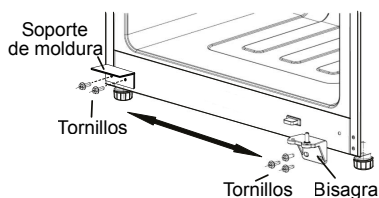

Figura 6
6. Quite los tres tornillos que sujetan la bisagra inferior al extremo más bajo del armario. Quite el soporte de moldura de la esquina izquierda inferior y páselo a los orificios donde se acaba de retirar la bisagra inferior. (Consulte la Figura 6).